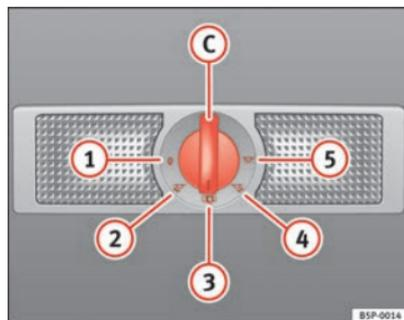

Fig. 80 Rivestimento interno del tetto: la luce interna e le luci di lettura posteriori
Con l'interruttore ⇒ fig. 80 C si possono selezionare le seguenti modalità:
Quando l'interruttore si trova nella posizione ⇒ fig. 80 ①, sia la luce principale che le luci di lettura sono spente.